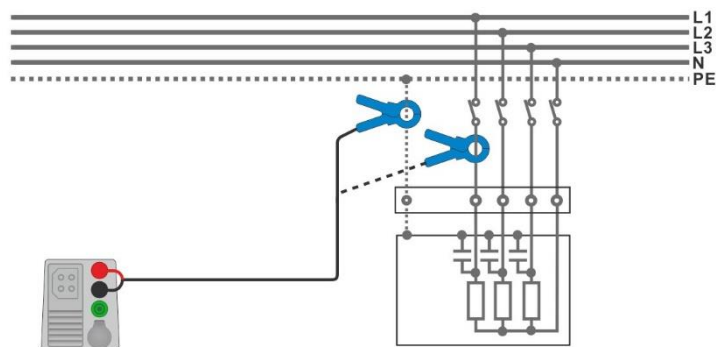

Abbildung 7.105: PE Fehlerstrom- und Laststrommessungen
- › Schließen Sie die Prüflleitungen am Prüfling an, siehe **Abbildung 7.105**.